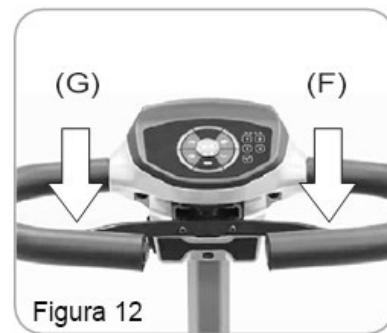

Figura 12
- Tirare l'acceleratore destro (F) per far spostare lo scooter in avanti.
- Tirare l'acceleratore sinistro(G) per far spostare lo scooter all'indietro. Queste funzioni possono essere invertite dal rivenditore locale. Figura 12